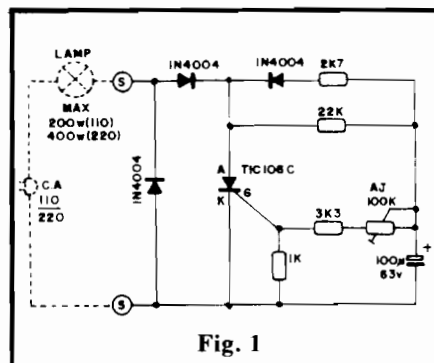

Fig. 1
• **FIG. 1** - O diagrama esquemático do circuito do FOGO mostra a sua grande simplicidade. A parte desenhada em tracejado indica a interligação do circuito com a lâmpada controlada e a rede C.A. O circuito em si utiliza as propriedades dos diodos comuns e do SCR (Retificador Controlado de Silício) de maneira direta e des-